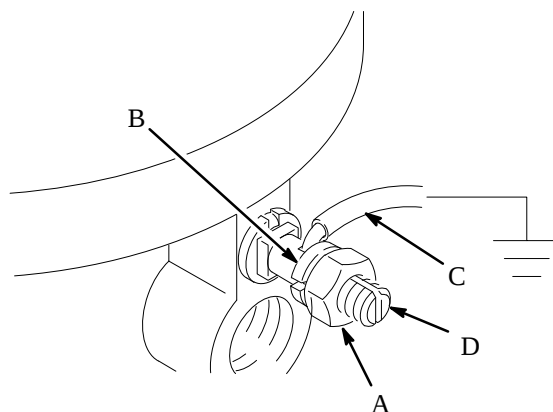

Рис. 1
Рис. 1. Ослабьте контргайку (А) наконечника заземляющего проводника и шайбу (В). Вставьте один конец провода заземления минимум 12 калибра (1,5 мм²) (С) в отверстие в наконечнике заземляющего проводника (D) и затяните контргайку до упора. Соедините другой конец провода с грунтовым заземлением. Номер провода и зажима заземления по каталогу — 222011.